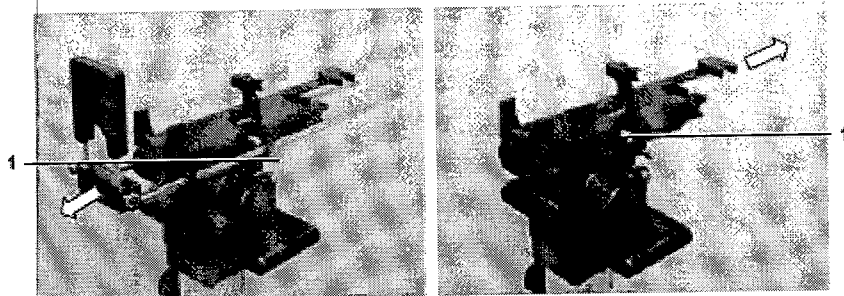

FIG. B-2: REMOVE GRID (LEFT) AND ADAPTER (RIGHT)
1. Afloje las perillas (Fig. B-2, izquierda, punto 1), y deslice hacia fuera de la corredera de la plantilla.
2. Afloje las perillas (Fig. B-2, derecha, ítem 1), y saque el adaptador de la sonda.